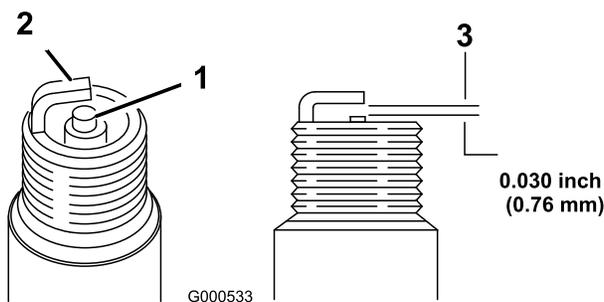

Figura 32
- Ajuste la distancia entre los electrodos a 0,76 mm; consulte Figura 32.